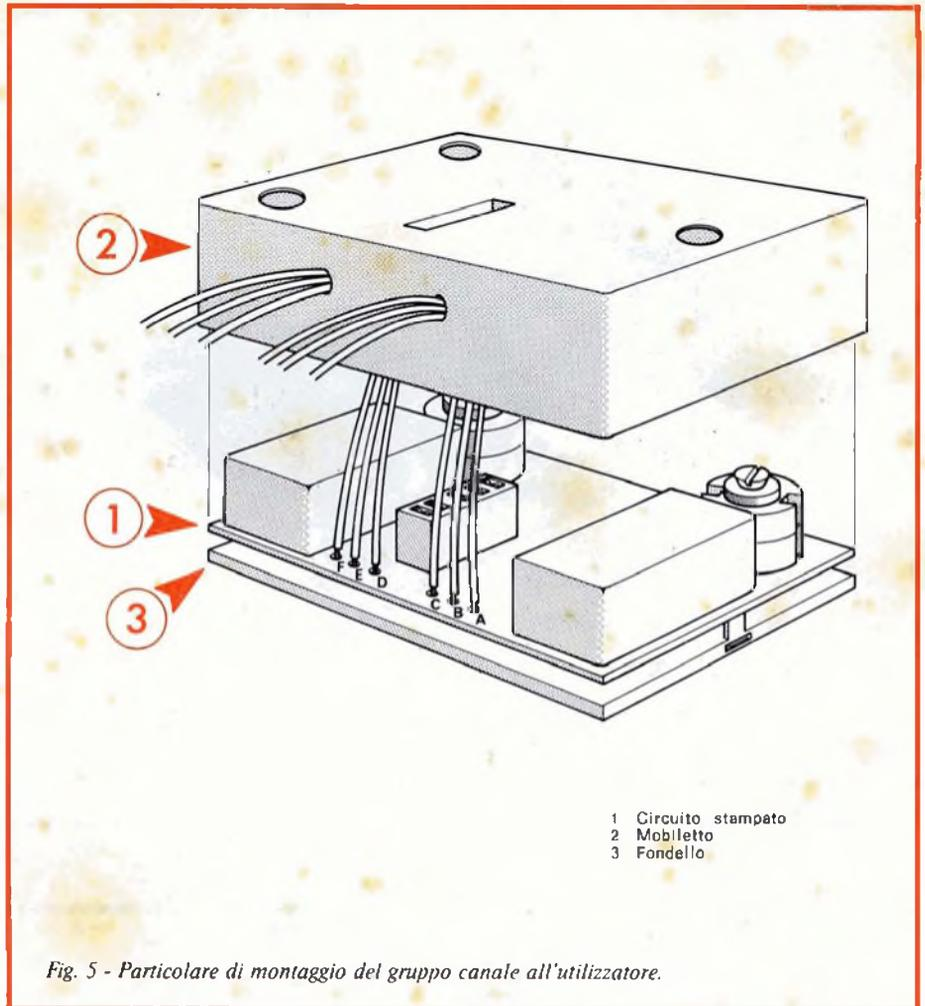

Fig. 5 - Particolare di montaggio del gruppo canale all'utilizzatore.
□ Montare e saldare sul circuito stampato (1) il connettore irreversibile (7) tenendone il corpo in plastica dal lato componenti senza tagliare i terminali sporgenti.
□ Montare le bobine di sintonia (2) che, essendo tutte uguali, non hanno nessuna prescrizione circa la loro posizione.
□ Dopo la saldatura dei fili, le bobine vanno fissate meccanicamente al circuito stampato (1) mediante le viti (4) ed i dadi (5) interponendo tra le viti e le bobine le rondelle in fibra (3).
□ Montare i due relè (6). Data la asimmetria dei contatti, non c'è possibilità di errore nell'inserzione. Usare una particolare precauzione nella saldatura per non dissaldare i fili dei collegamenti interni delle bobine di eccitazione.
□ Infilare nella posizione indicata in figura il complesso così montato nel mobiletto (8) badando a far corrispondere il connettore alla feritoia appositamente predisposta. Chiudere con il fondello (9) che si blocca a scatto nel mobiletto stesso. Apposite forature sono previste sui fianchi del mobiletto per la regolazione di sensibilità, agendo sul Trimmer P1, e per l'uscita dei fili, saldati in corrispondenza ai contatti dei relè (piazzole A, B, C, D, E, F del circuito stampato) che si collegheranno all'utilizzatore - vedere fig. 5.